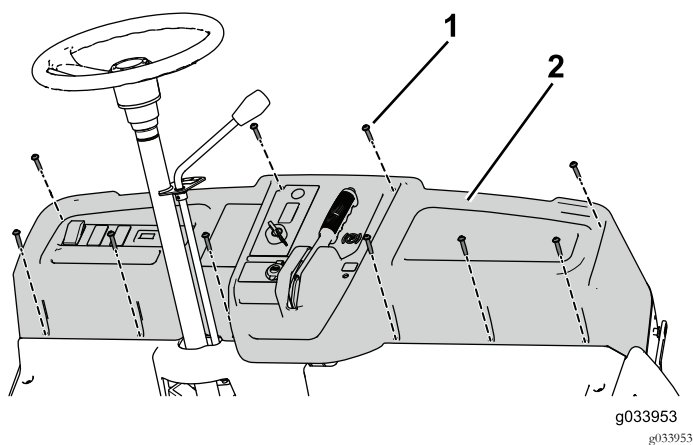

图12
6. 拧下并保留 10 个螺丝 1/4 x 1-1/4 英寸部分卸下仪表板然后断开手刹、油门和换挡拉索图12。